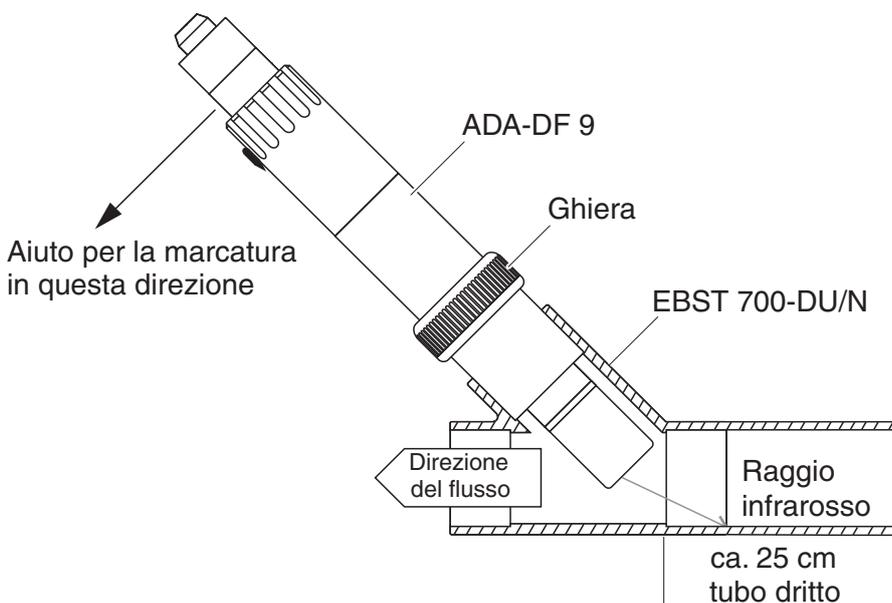

Fig. 3-5 Sensore dei solidi sospesi totali nel tubo con adattatore di flusso EBST 700-DU/N
La Fig. 3-5 mostra l'installazione dell'adattatore di flusso EBST 700-DU/N per l'installazione in una tubazione (DN 50). Il raggio infrarosso punta in direzione opposta alla direzione del flusso. Il contrassegno sul sensore punta verso la tubazione (vedere la Fig. 3-5).
- 3 Installare il sensore nell'adattatore di flusso con l'ausilio dell'adattatore ADA-DF 9 (vedere le istruzioni per l'uso dell'adattatore). Per garantire la corretta posizione, allentare leggermente l'anello di accoppiamento sull'EBST 700- DU/N e allineare l'ausilio per la marcatura come indicato in Fig. 3-5. Quindi, serrare l'anello di accoppiamento.